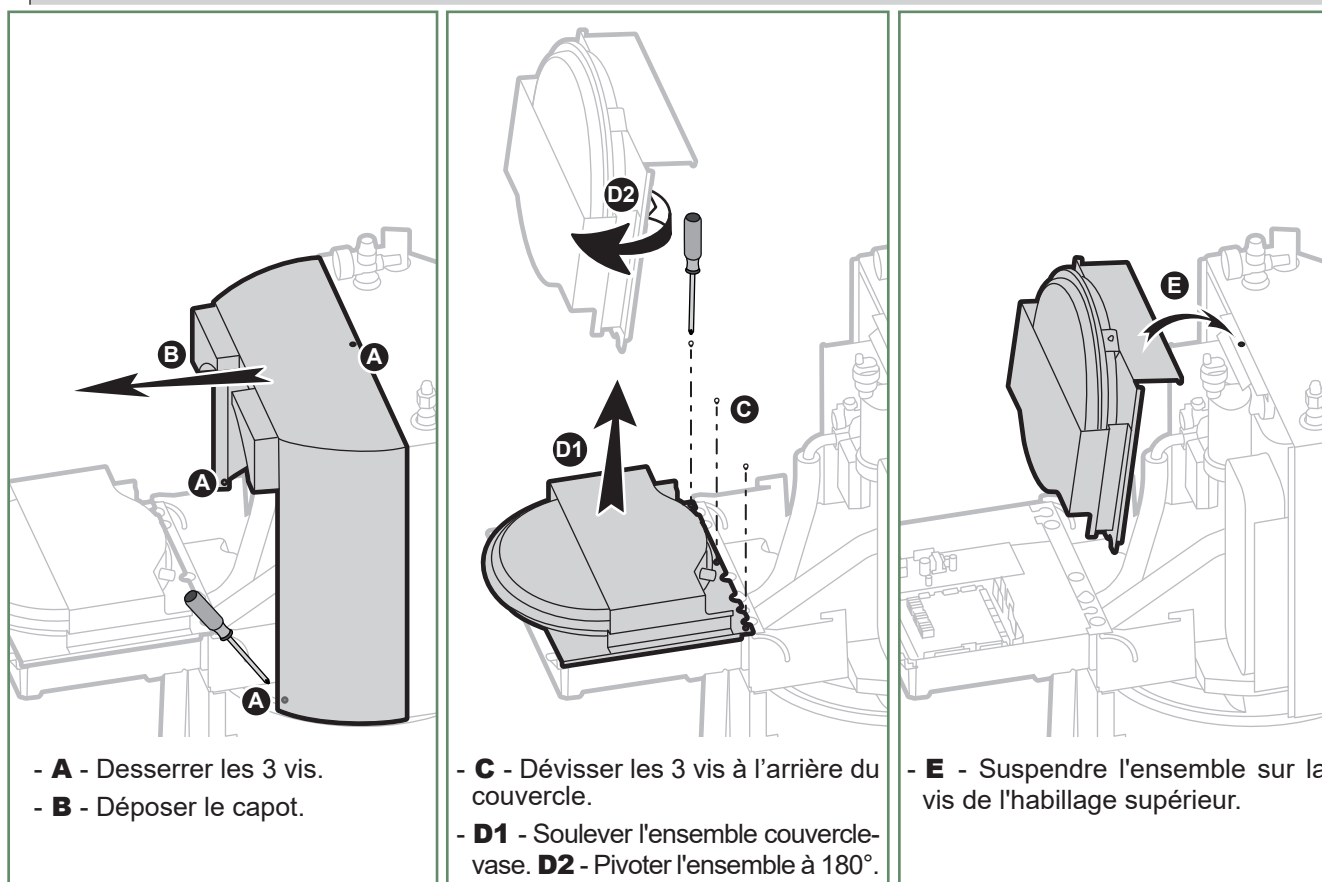

fig. 58 - Accès coffret électrique
- Déposer le capot. Ouvrir le coffret électrique (fig. 58).
Les fusibles sont situés sur les cartes électroniques et sur le faisceau alimentation (voir fig. 58 ou page 70).